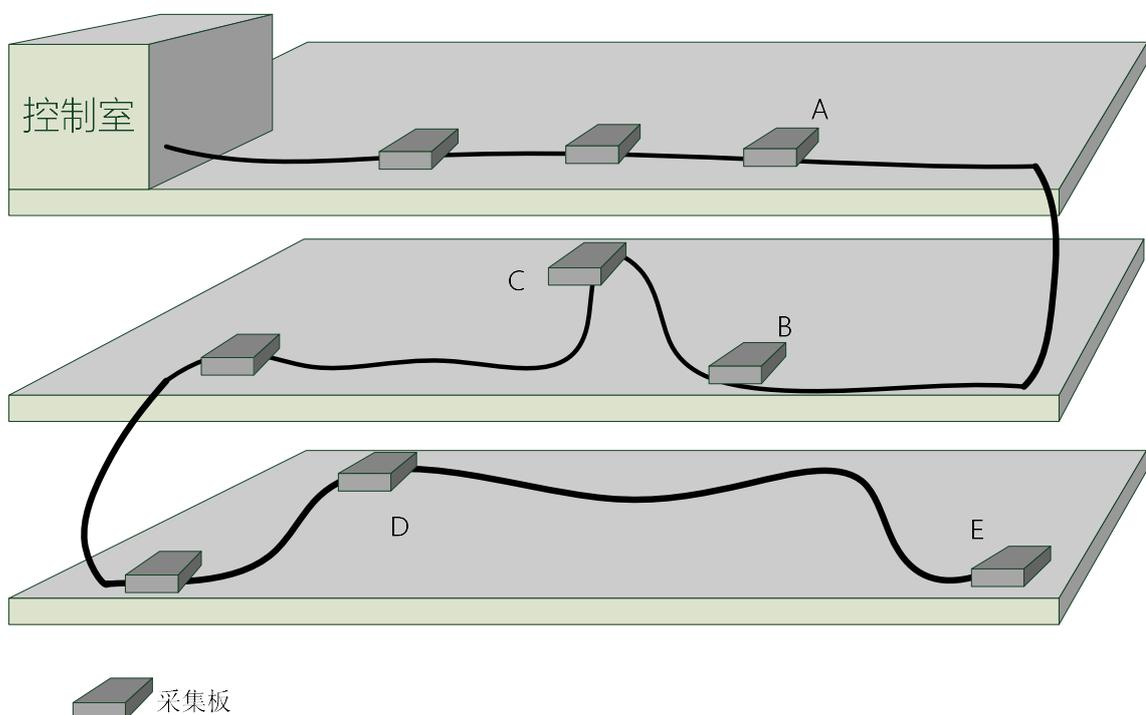

图 1. IMP 系统的传统布线方式
由于 IMP-SNET 总线通讯物理层协议限定，现场的采集板必须以手拉手的方式接入系统。通常的现场部署方式是将 EIC 布置在控制室，从 EIC 接一根 IMP-SNET 总线，经过各个楼层，将分布于不同楼层各处的各个 IMP 采集板串起来。如图 1. 所示。
- 由于所有的采集板都挂在一根总线电缆上，所有采集板消耗的电流会在总线线缆上(分段)叠加起来，造成很大的压降，特别地，总线末端的采集板，如图 1 中 E，处的总线电压是最低的，所以在总线路径较长，采集板较多的场合，需要使用绝对符合标准的总线线缆和线缆头(航空插头)，航空插头的插针和孔也要检查是不是有严重的氧化现象，方式接触电阻太高增大压降。
- 在同一层中，也经常会出现个别采集板的位置偏离其它采集板位置的主线，如图 1 中 C 和 D，这时，传统的做法是将总线线缆绕道位置偏离的采集板，然后再绕回来，增加了线缆长度和施工工作量。